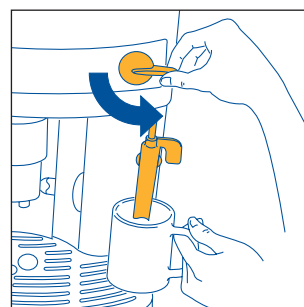
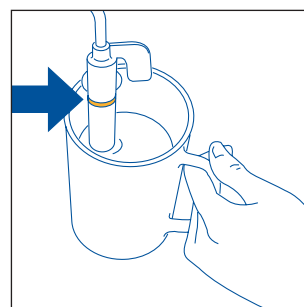

Рис. 23
Рис. 24
- **Сразу же после этого, максимум в течение одной минуты** (иначе кофеварка автоматически вернется на функцию приготовления кофе) поместите устройство для взбивания молока в емкость, в которой содержится молоко, рис. 23, не превышая рельефную линию, нанесенную на само устройство (указана стрелкой на рис. 24) Поверните регулятор подачи пара против часовой стрелки до упора. Из устройства для взбивания молока выйдет пар, который придаст молоку вид пены и увеличит его объем. Для того, чтобы пена была более густой, погрузите конец устройства для взбивания молока только на несколько миллиметров.